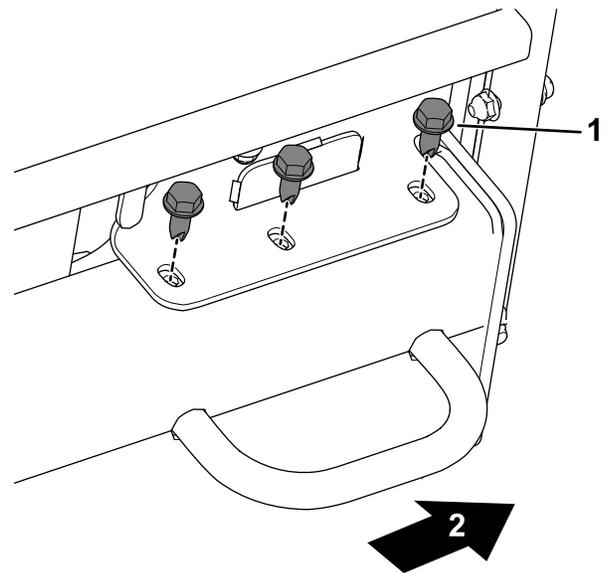

Figure 4
- A. Retirez les boulons qui fixent le longeron du cadre de chaque côté de la machine (Figure 4).